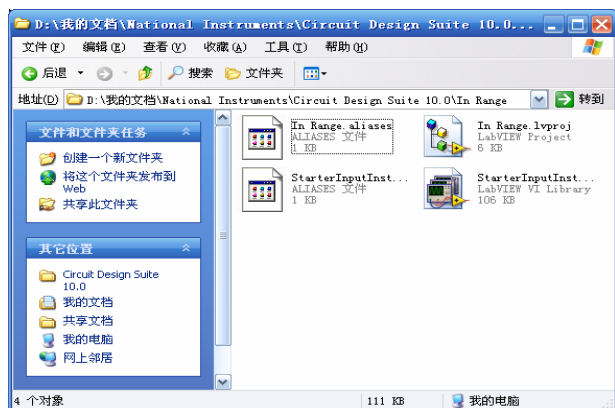
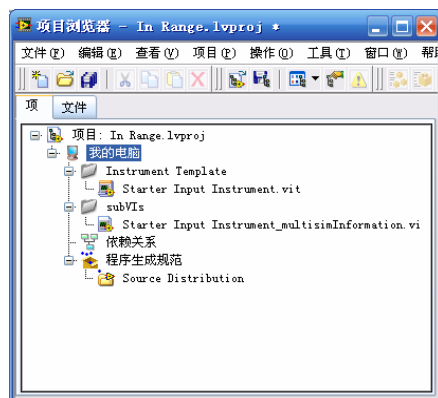

图 6-27 重命名 Input VI 模板为 In Range VI 模板
图 6-28 “项目浏览器”窗口
4) 在这界面中重命名文件名 “..Starter Input Instrument.lvproj” 为 “..In Range.lvproj”, 如图 6-27 所示。双击文件 “In Range” → “In Range.lvproj” 命令, 则会在 LabVIEW 中打开树结构项目浏览器, 如图 6-28 所示。